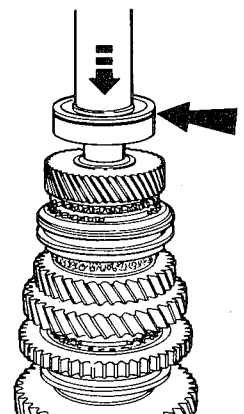

fig. 82
3. Instalar a engrenagem da 2a., as meias arruelas de encosto e os anéis de apoio (fig. 82)
4. Instalar o sincronizador da 3a. e 4a., juntamente com a engrenagem da 3a., fixando o conjunto em sua correta posição com o respectivo anel-trava (fig. 82)
5. Instalar a engrenagem da 4a. e prensar um novo rolamento de esferas na árvore secundária, observando que o rasgo da capa fique voltado para fora (fig. 82)